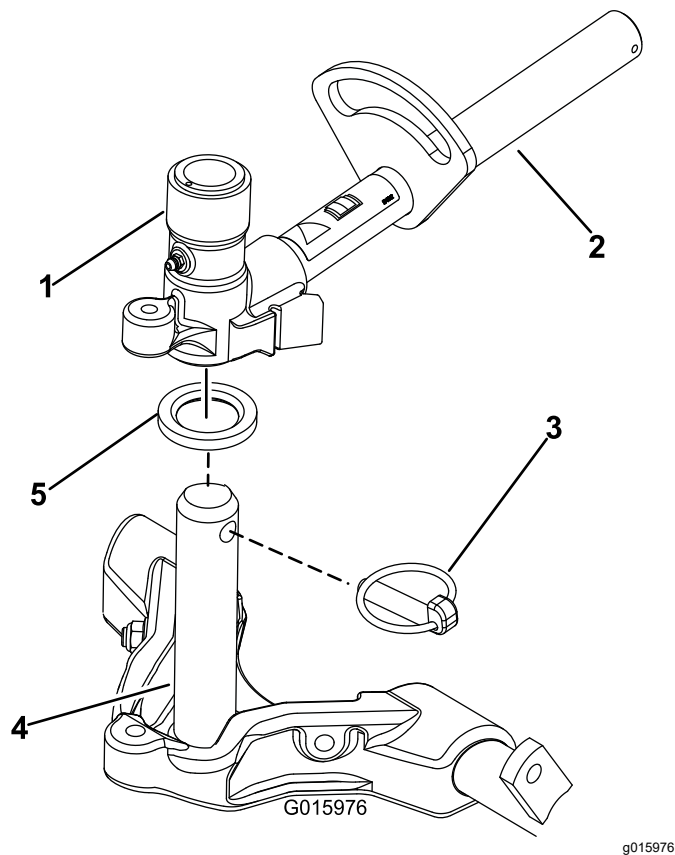

Bild 16
9. Schmieren Sie den Trägerrahmen mit sauberem Schmiermittel ein (Bild 16).
10. Frontschneideeinheiten: Schieben Sie eine Schneideinheit unter den Hubarm und schieben Sie gleichzeitig die Trägerrahmenwelle in das Gelenkjoche des Hubarms (Bild 16). Stellen Sie sicher, dass die Druckscheibe auf der Trägerrahmenwelle positioniert ist.
11. Befestigen Sie die Trägerrahmenwelle mit dem Einraststift am Hubarmjoch (Bild 16).
- B. Setzen Sie das Hubarmjoch in die Trägerschienenwelle ein (Bild 16).